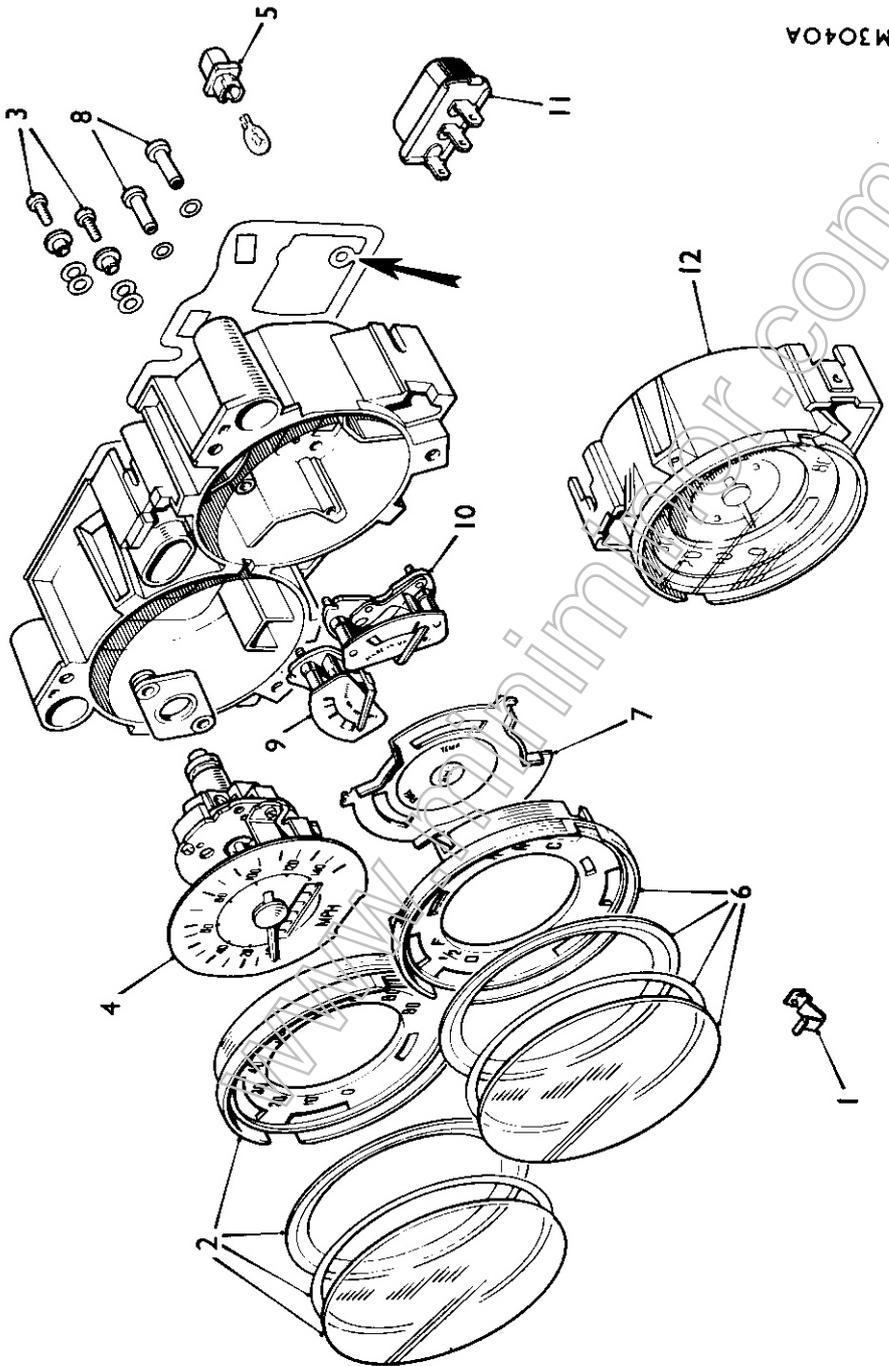

Fig. Nb.2
- (2) Svitare le viti che fissano lo strumento al quadro e rimuovere lo strumento completo.
- (3) Sganciare le tre mollette d'aggancio (1) e rimuovere il quadrante ed il cristallo (2) (Ved. la fig. Nb.2).
- (4) Svitare le viti (3) e rimuovere il contachilometri (4, Fig. Nb.2).
- (5) Prima di eseguire l'operazione di cui al punto (2), scollegare la connessione di massa del circuito stampato (indicata da una freccia) e staccare il portalamпада (5) dal contagiri (Fig. Nb.2).
- (6) Eseguire poscia le operazioni descritte
- (7) Sganciare le mollette (1); rimuovere l'assieme quadrante e cristallo (6) e ritirare la maschera (7). Rimuovere gli strumenti (9) e (10) dopo aver svitato le viti (8) (Ved. la fig. Nb.2).
Il contagiri deve essere sostituito al completo (12, Fig. Nb.2) e non deve essere mai estratto dalla custodia.